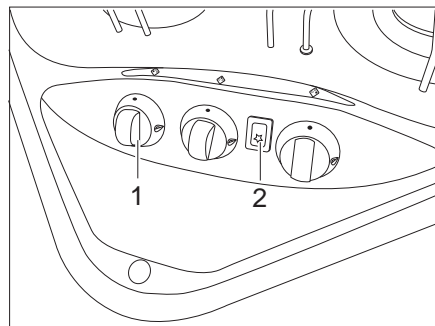
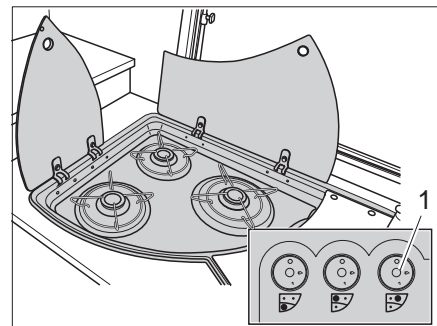

Fig. 129 Boutons de commande pour le réchaud à gaz
Fig. 130 Variante: Boutons de commande pour le réchaud à gaz
- Tourner le bouton tournant (Fig. 129,1 ou Fig. 130,1) du brûleur désiré en position d'allumage (grande flamme).
- Si une touche d'allumage (Fig. 129,2) est présente: Générer une étincelle en appuyant sur la touche d'allumage.